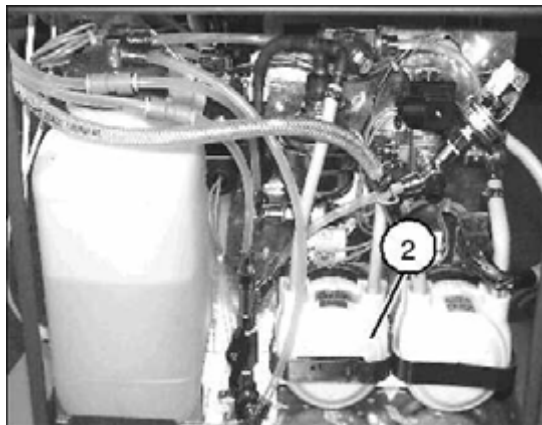
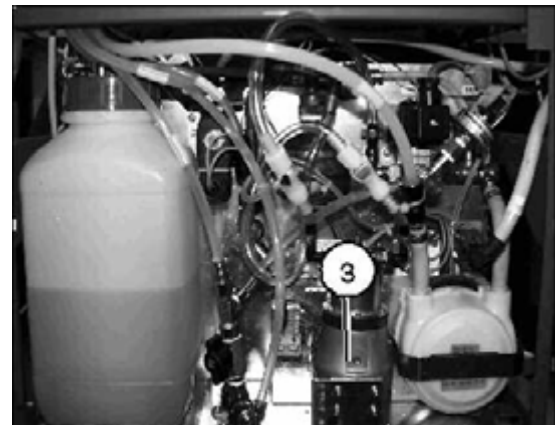

Fig. 3:
Fig. 4:
- Ist der Schlauchpumpenkopf (2/Fig. 3 / S. 15) noch installiert, diesen durch die Kühlpumpe (3/Fig. 4 / S. 15) ersetzen. (betrifft nicht Vario).